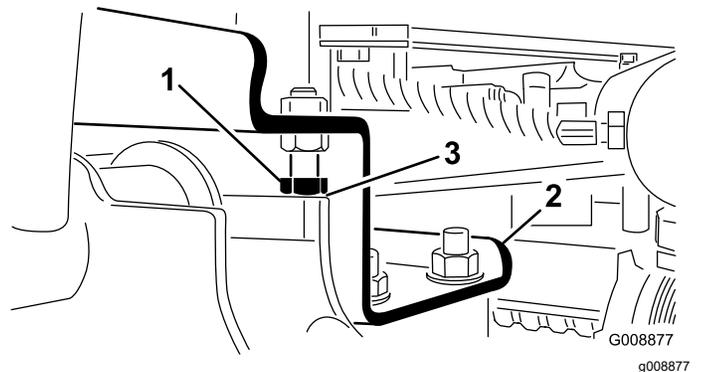

Bild 26
- Drehen Sie die Anschlagschrauben heraus und stellen den Zylinder so ein, dass der Abstand erzielt wird (Bild 26).
2. Prüfen Sie, ob der Abstand zwischen jedem Hubarm und der Anschlagsschraube zwischen 0,13 und 1,02 mm liegt (Bild 26).